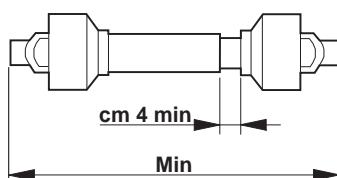

Fig.11
- Cuando el árbol cardán se encuentra totalmente afuera, los dos tubos tienen que sobreponerse por lo menos de 15 centímetros (A, Fig.11). Mientras cuando este se encuentra insertado al máximo, el yugo mínimo permitido es de 4 centímetros (B, Fig.11).